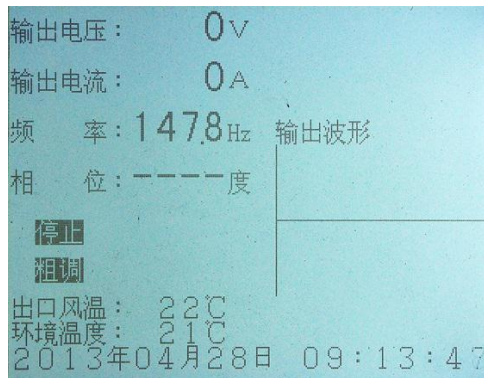

图 17 PY3520 型变频电源装置工作界
6.6.3.1 显示后大约 1~2 秒钟就自动进入工作界面 1，见图 17。
6.6.3.3 图 17、18 中所示的部分，左上端的【输出电压】、【输出电流】分别对应变频电源装置的输出电压和电流。